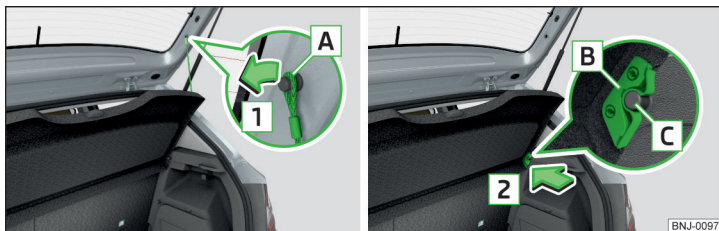

Abb. 107 **Gepäckraumabdeckung herausnehmen**
Sind die Haltebänder **A** » **Abb. 107** an der Gepäckraumklappe eingehängt, dann wird beim Öffnen der Klappe die Gepäckraumabdeckung (nachstehend nur Abdeckung) mit angehoben.
- Auf den beiden Seiten der Gepäckraumklappe die Haltebänder **A** in Pfeilrichtung **1** aushängen » **Abb. 107**.
- Die Aufnahmen **B** an der Abdeckung über die Halterungen **C** an der Seitenverkleidung stellen » **Abb. 107**.
Im vorderen Bereich müssen die Aufnahmen **B** » Abb. 107 auf Seite 86 an der Abdeckung vollständig in den Halterungen an der Seitenverkleidung einrasten. Im hinteren Bereich muss die Abdeckung auf beiden Seiten unter der Verrastung gesichert sein.